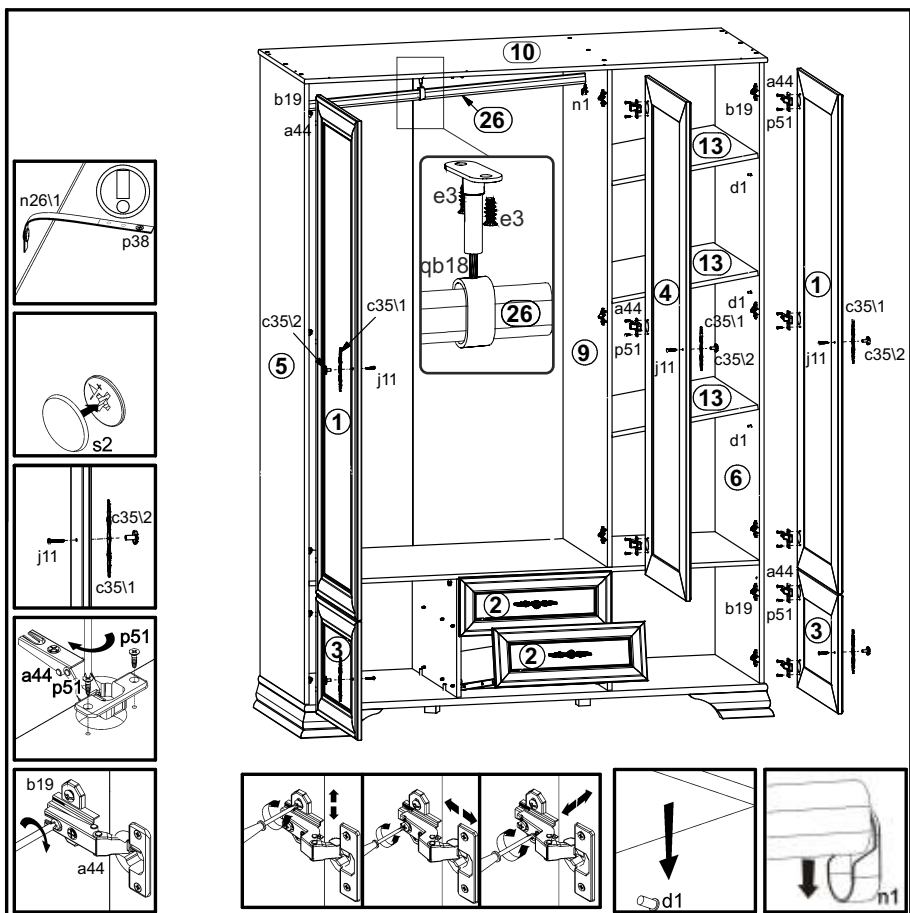

Рисунок 9
24. Положить двери **1, 3, 4** фасадной поверхностью вниз на ровную поверхность и закрепить на них петли шарнирные **a44** шурупами **p51** (см. рис.9).
25. Навесить двери **1, 3, 4** на корпус шкафа, совместив петли шарнирные **a44** с ответными планками петель **b19**. При необходимости отрегулировать положение дверей, вращая регулировочные винты (см. рис. 9).
27. Вставить штангу стационарную **26** в опору среднюю штанги **qb18** (см. рис. 9).
28. Установить на штангодержатели **n1** штангу стационарную **26** (см. рис. 9).
29. Закрепить опору среднюю штанги **qb18** винтами **e3** к щиту верхнему **10**, отрегулировав штангодержатель **qb18** по высоте (см. рис. 9).
30. Установить полки переставные **13** на полкодержатели **d1** в соответствии с рис. 9.